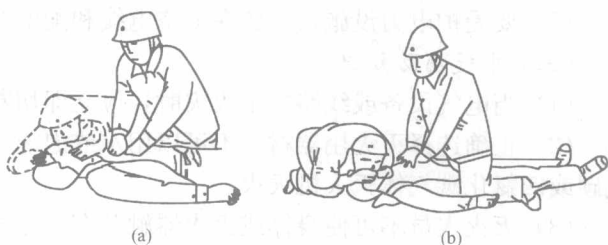

图 1-6 无心跳无呼吸触电者急救
(5) 触电者呼吸和心跳都停止时, 须同时采用“口对口人工呼吸法”和“胸外心脏挤压法”。单人救护时, 可先吹气 2~3 次, 再挤压 10~15 次, 交替进行, 如图 1-6 (a) 所示。双人救护时, 每 5s 吹气一次, 每秒钟挤压一次, 两人同时进行操作, 如图 1-6 (b) 所示。